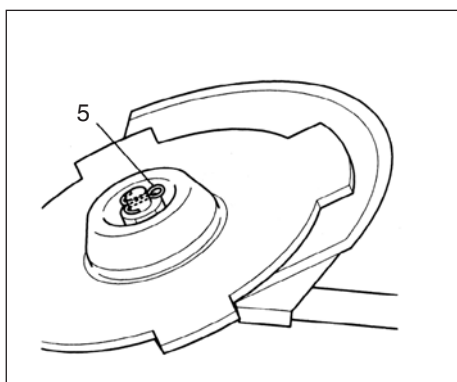

Fig. 1-10C
Si votre machine est du type à écrou de blocage et muni d'une goupille, il faut retenir la lame au moyen d'une goupille neuve (5) qu'on remplace à chaque fois. (Fig. 1-10C)